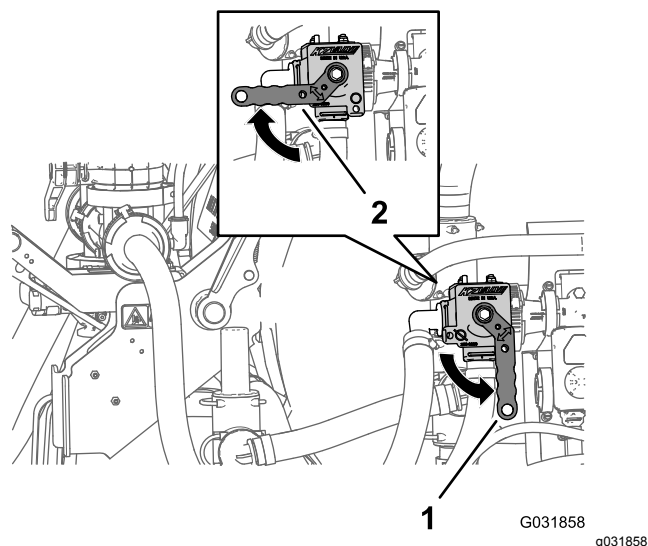

Figura 248
4. Abra la válvula de cierre de líquido del eyector girando el asa en sentido contrario a las agujas del reloj hasta la posición de ABIERTA (Figura 248).
Nota: Para cerrar el flujo de fluido al eyector, gire la maneta de la válvula de cierre de líquido 90 grados en sentido horario hasta la posición de CERRADO (Figura 248).